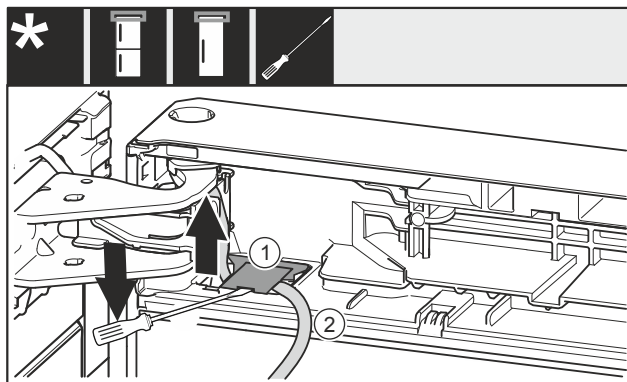

Fig. 20
- Ngrini lart kapakun mbulues Fig. 20 (1) me një kaçavidë me kokë petë dhe tërhiqeni jashtë.
- Tërhiqni jashtë kabllon Fig. 20 (2).